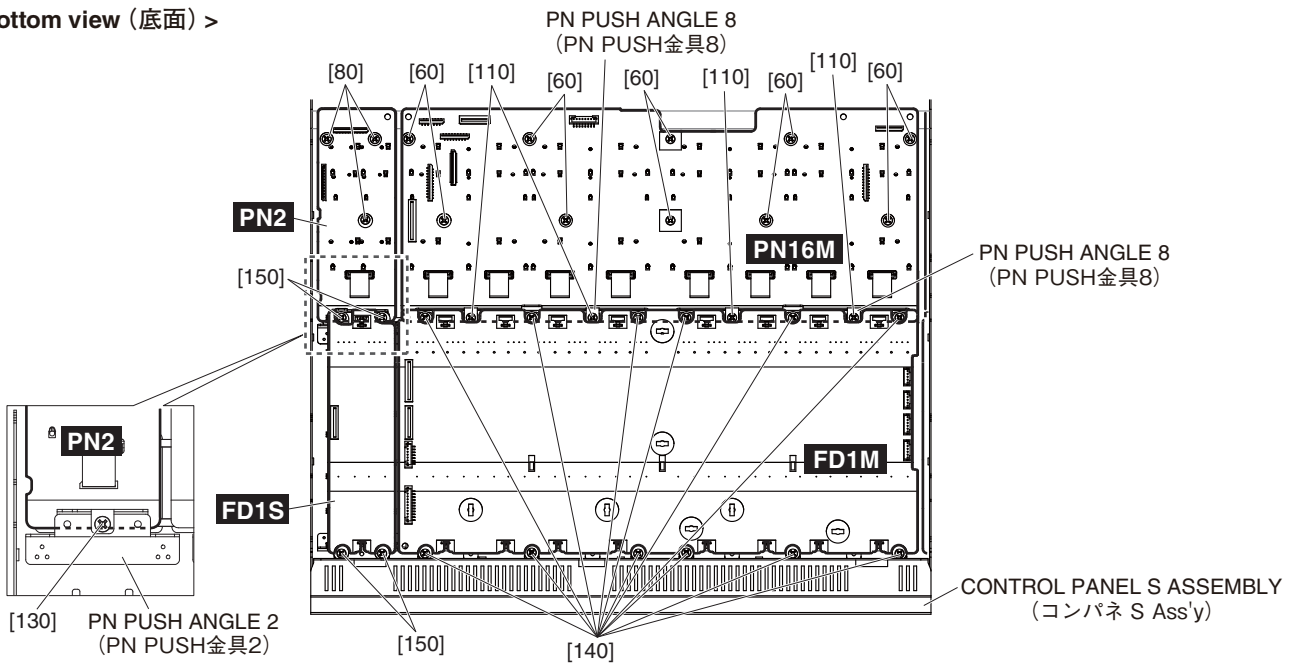

Fig. 14 (図14)
- B-7-3 Remove the sixteen (16) fader knobs N marked [490] from the control panel side. (Fig. 14)
- B-7-4 Remove the twelve (12) screws marked [140]. The FD1M circuit board can then be removed. (Fig. 14)
- B-8-3 Remove the two (2) fader knobs NR marked [500] from the control panel side. (Fig. 14)
- B-8-4 Remove the four (4) screws marked [150]. The FD1S circuit board can then be removed. (Fig. 14)
- B-9-3 Remove the four (4) screws marked [110]. The two (2) PN push angle 8 can then be removed. (Fig. 14)
- B-9-4 Remove the ten (10) screws marked [60]. The PN16M circuit board can then be removed. (Fig. 14)
- B-7-3 コントロールパネル面より、[490] のフェーダーノブ N 16 個を外します。(図 14)
- B-7-4 [140] のネジ 12 本を外して、FD1M シートを外します。(図 14)
- B-8-3 コントロールパネル面より、[500] のフェーダーノブ NR 2 個を外します。(図 14)
- B-8-4 [150] のネジ 4 本を外して、FD1S シートを外します。(図 14)
- B-9-3 [110] のネジ 4 本を外して、PN PUSH 金具 8 2 個を外します。(図 14)
- B-9-4 [60] のネジ 10 本を外して、PN16M シートを外します。(図 14)
- B-10-4 Remove the screw marked [130]. The PN push angle 2 can then be removed. (Fig. 14)
- B-10-5 Remove the three (3) screws marked [80]. The PN2 circuit board can then be removed. (Fig. 14)
- B-10-4 [130] のネジ 1 本を外して、PN PUSH 金具 2 を外します。(図 14)
- B-10-5 [80] のネジ 3 本を外して、PN2 シートを外します。(図 14)